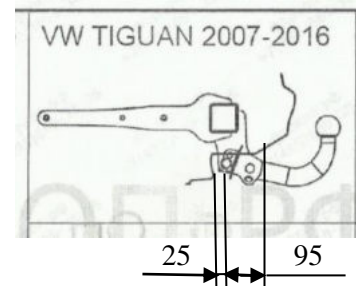

Рис.2. Установить бампер на место.
4.5 Для Фольксваген Тигуан (4WD) 2007-2016 г.в. в бампере сделать вырез – в центре снизу, 65 мм шириной и 95 мм длиной, отступив от ребра бампера на 25 мм как показано на рис.2. Для Шкода Кодиак с 2017г.в. и Шкоды Карок с 2020 г.в. – сделать вырез, отступив 5 мм от ребра бампера, 65 мм шириной и 120 мм длиной.